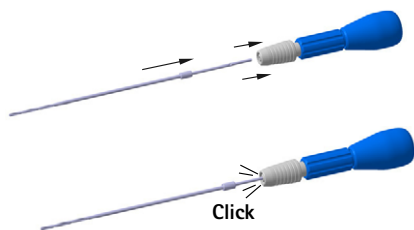

Fig. 3 Montaje de la broca
- Introducir la broca en el mango de broca (FJ839R), ver Fig. 3.